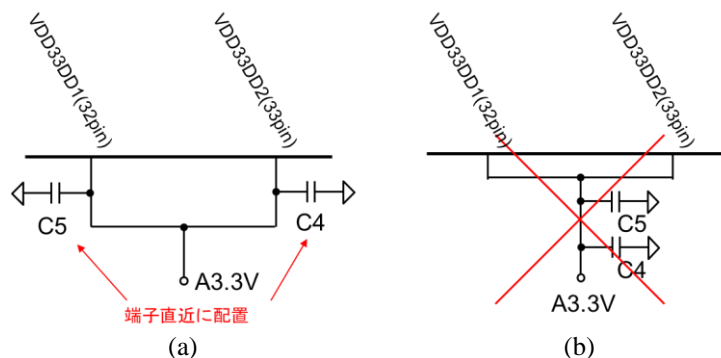

Figure 2-7 DC-DC コンバータの電源供給端子のデカップリングコンデンサの接続例
- ・ Figure 2-7 に DC-DC コンバータの電源供給端子のデカップリングコンデンサの接続例を示します。(a) に示すように、デカップリングコンデンサは電源供給端子の直近に配置して下さい。